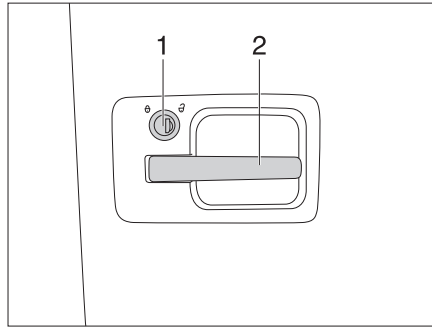

Fig. 20 Cerradura de la puerta, en el exterior
- Introducir la llave en el cilindro de cierre (Fig. 20,1) y girar en sentido de las agujas del reloj hasta que esté desbloqueada la cerradura de la puerta.
- Tirar del tirador de la puerta (Fig. 20,2). La puerta está abierta.
- Introducir la llave en el cilindro de cierre (Fig. 20,1) y girarla en sentido contrario a las agujas del reloj hasta que esté bloqueada la cerradura de la puerta.